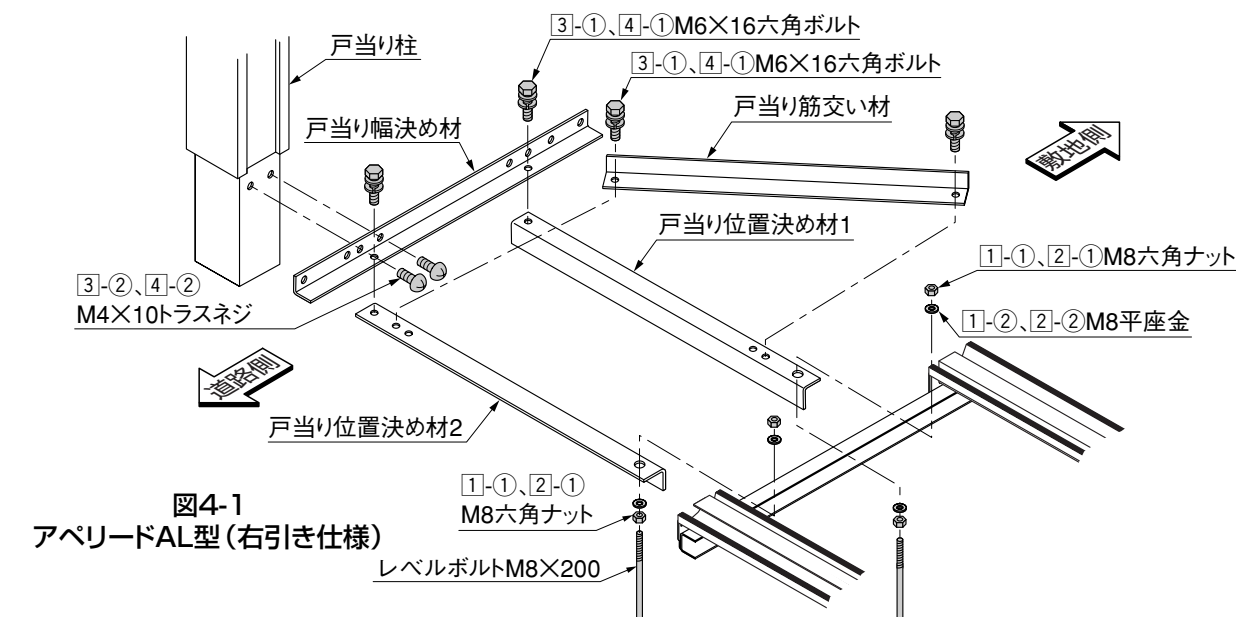

図4-2 位置決め材1
- ② 戸当り筋交い材を図4-2、図4-3を参照して戸当り位置決め材に③-① (④-①) で取付けてください。(図4-1参照)